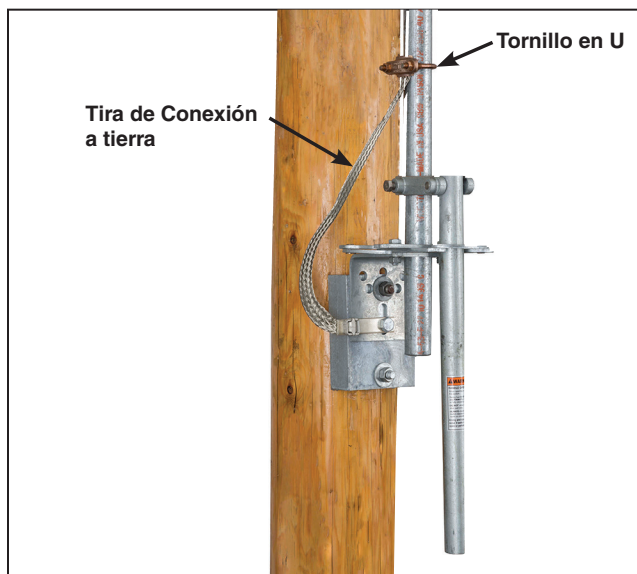

Figura 22. Instalación de la tira de conexión a tierra.
**PASO 21.** Fije el extremo suelto de la tira de conexión a tierra a la sección más baja de tubo unas cuantas pulgadas por encima del ensamble de la palanca de operación (o la llave de bloqueo) con el conector de tornillo en U que se proporciona para este propósito. Vea la Figura 22. Conecte el extremo inferior de la tira a una tierra física adecuada, utilizando el conector a tierra que se proporciona en ese extremo de la tira de conexión a tierra. Las recomendaciones de conexión a tierra en este procedimiento pueden diferir de los procedimientos estándar de operación y seguridad de ciertas compañías eléctricas. Donde exista una discrepancia, se aplican los procedimientos de operación de la compañía eléctrica.